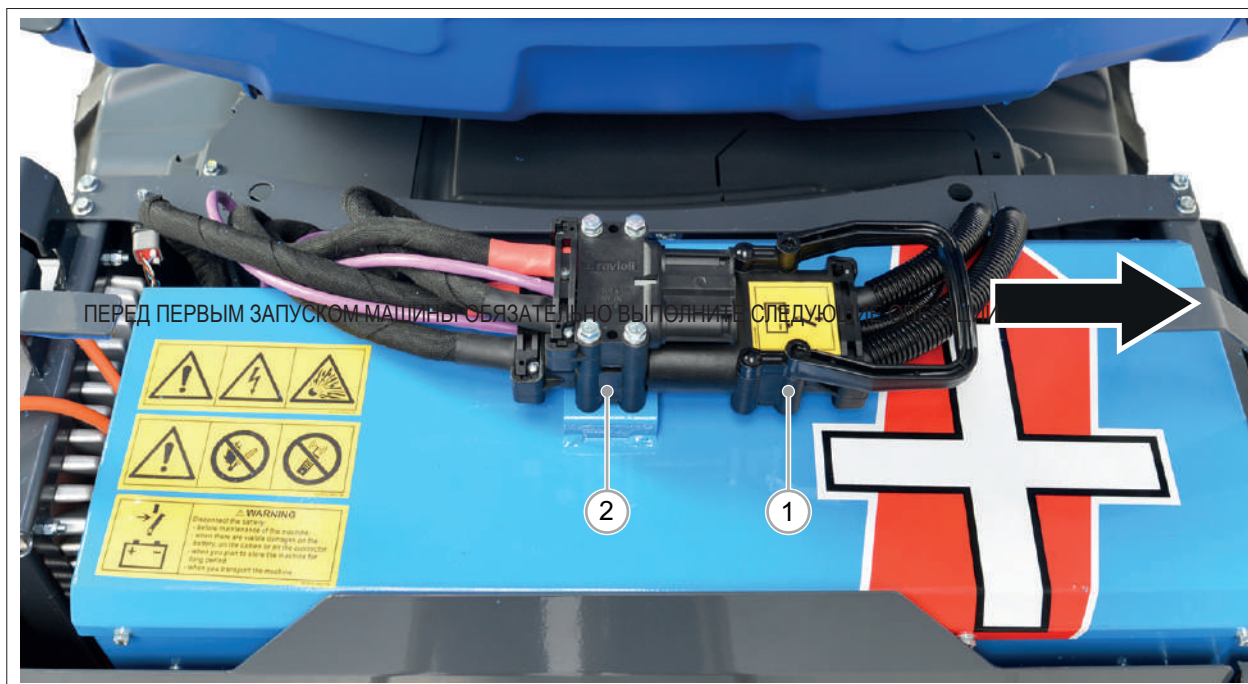

РИС. 19
- 2) Отсоедините коннектор (РИС. 19 - Сс. 1).
Для подключения батареи вставьте коннектор (РИС. 19 - Сс. 1) в соответствующий разъем (РИС. 19 - Сс. 2).